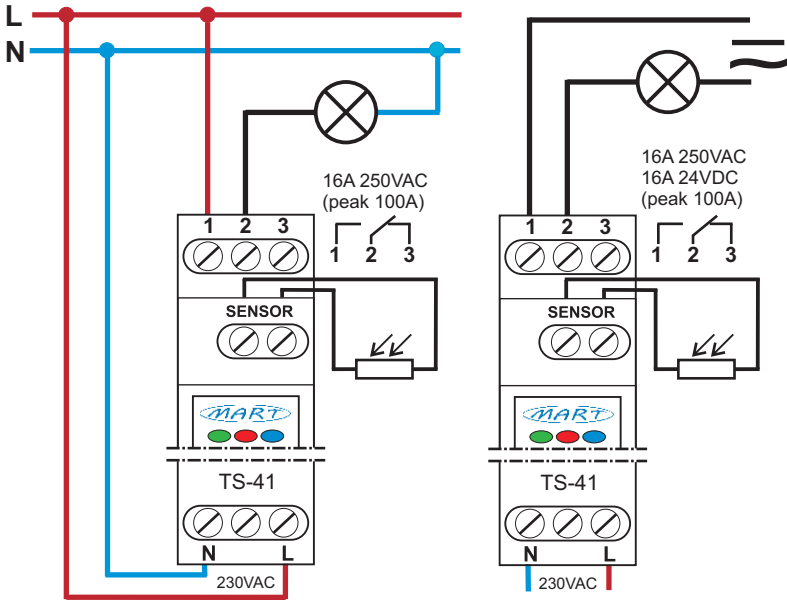

Bild 2: Anschlussschema des Dämmerungsschalters TS-41-2
3. Schließen Sie die Verkabelung gemäß Schema an (Bild. 2)